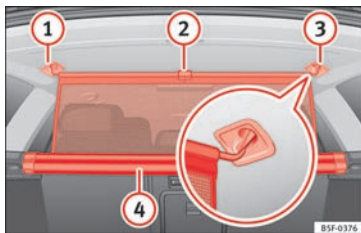

Fig. 165 I bagagerummet: montering af netskillevæg
- Træk tappen »» **Fig. 165** ② opad for at tage netskillevæggen ud af huset ④.
- Hægt netskillevæggen fast i højre side ③ (udsnit).
- Hægt netskillevæggen fast i holderen i venstre side ① ved at trække i stangen